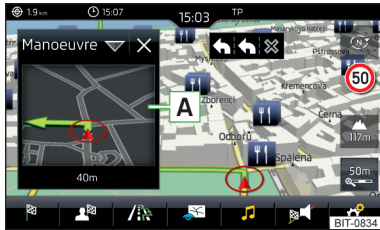

Abb. 166
Das Infotainment bietet die Möglichkeit an, im Zusatzfenster **Position** » **Abb. 166 auf Seite 156** die folgenden Informationen zur aktuellen geographischen Fahrzeugposition sowie zum Satellitensignal anzuzeigen.
- › Zur **Auswahl des Inhalts** des Zusatzfensters  » **Abb. 166** die Funktionsfläche  antippen und kontextabhängig eines der folgenden Menüs wählen.